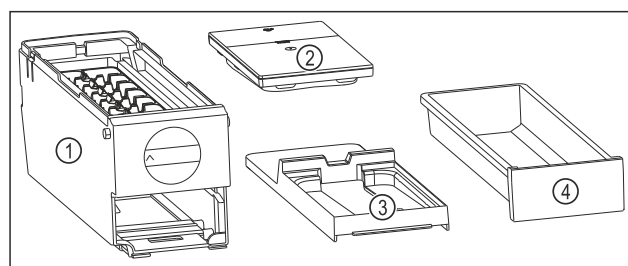

Fig. 76 Części dla EasyTwist-Ice
- ▶ EasyTwist-Ice jest rozłożony na cztery części. (patrz Fig. 76)
- ▶ Należy demontować EasyTwist-Ice wyłącznie na przedstawione części. (patrz Fig. 76)
- ▶ Czyścić korpus EasyTwist-Ice Fig. 76 (1) w całości.